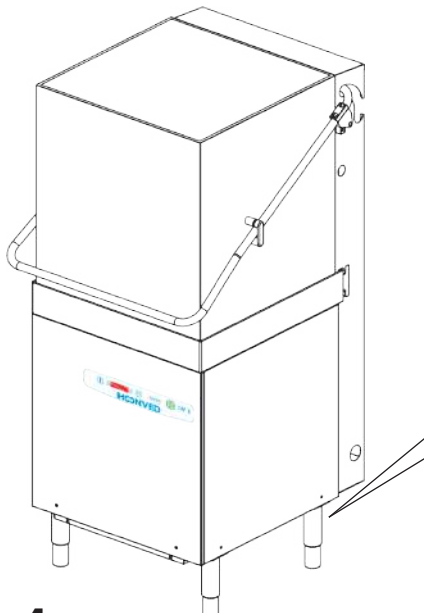

Fig. 4
3.1.c COLLEGAMENTO ELETTRICO (Fig. 4/6)
- Prima di effettuare il collegamento elettrico accertarsi che i dati relativi alla linea di alimentazione corrispondano a quelli indicati sulla targhetta di identificazione (pos. 3 Fig. 4) e che l'interruttore generale di alimentazione elettrica posizionato a monte della macchina sia disinserito (posizione O/OFF).
- Collegare il cavo (6) di alimentazione elettrica all'interruttore generale posizionato a monte della macchina.
- Collegare il dispersore di terra equipotenziale al morsetto (8).